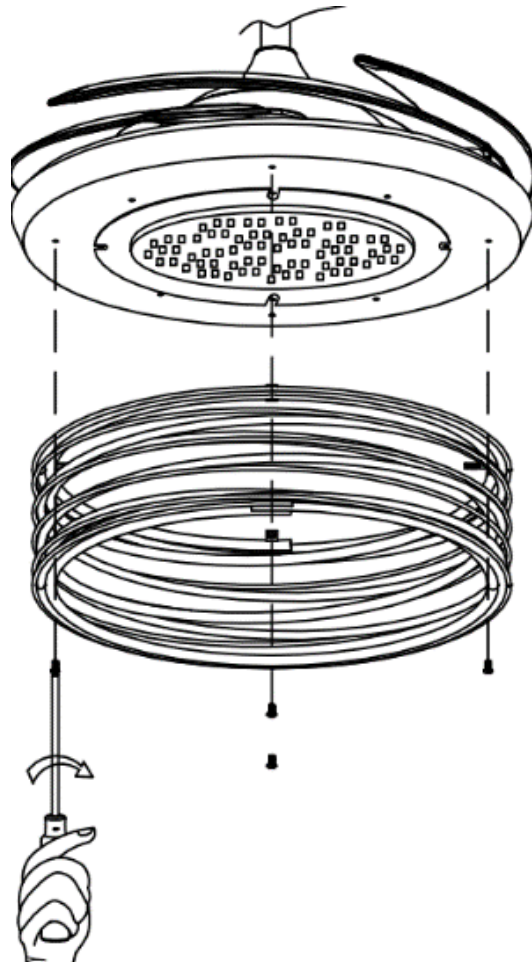

Fig. 10
2. Asegure el armazón decorativo de metal a la placa de soporte del kit de luces apretando los 4 tornillos. No los apriete en exceso. (Fig. 10)